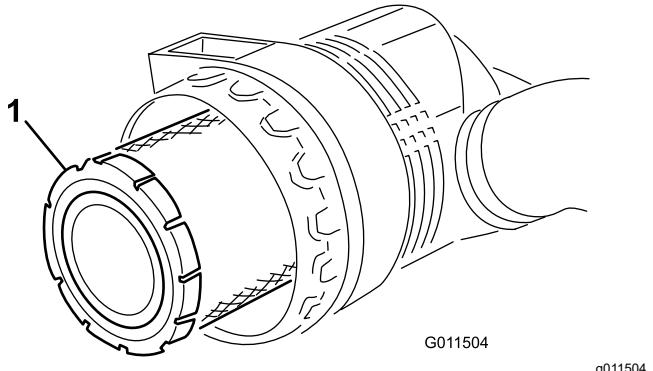

Figura 74
4. Togliete il filtro primario e sostituitelo (Figura 74).